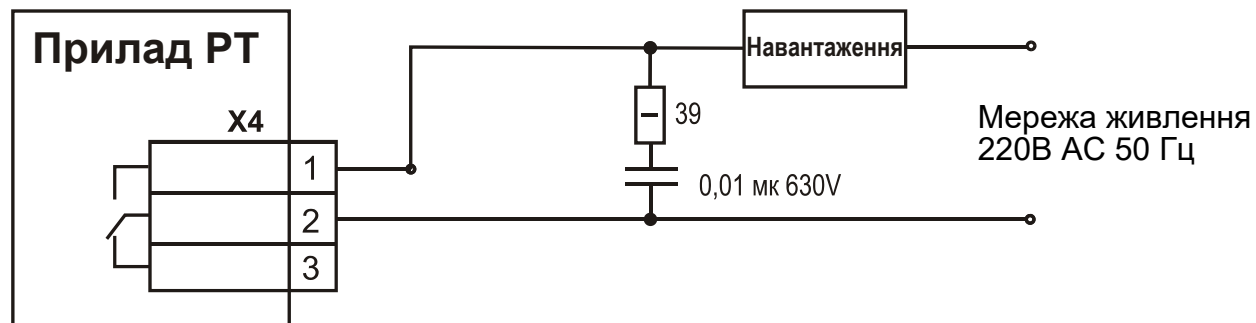

Рисунок 9.6 – Підключення зволожувача до релейного виходу приладу
9.6 Підключення зволожувача до релейного виходу приладу (рис. 9.6).